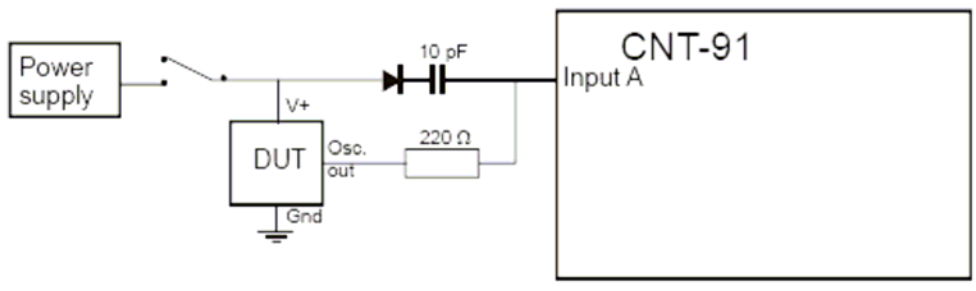

图 2 对于振荡器启动测量进行设置
1. 将被测振荡器（DUT）与 CNT-91 和供电电源连接，如图 2 所示。